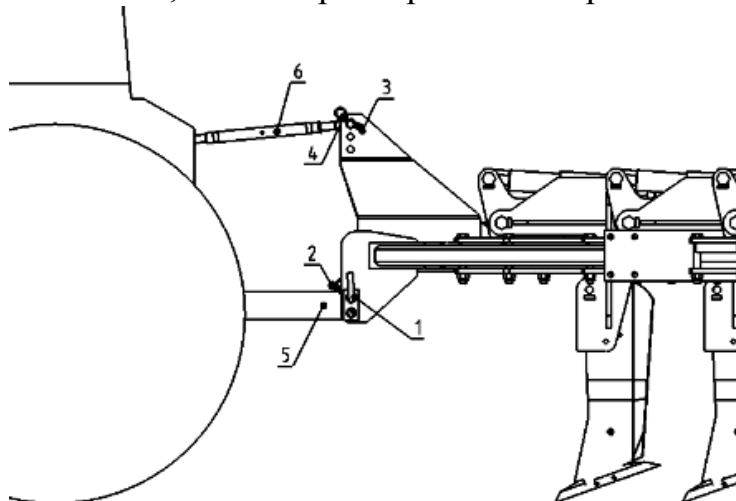

Рисунок 5.
- Отрегулировать нижние рычаги навески (5) (рис. 5) трактора на одинаковую высоту.
- Подсоединить нижние рычаги навески трактора с нижней частью навески агрегата при помощи двух пальцев (1), зафиксировав их штифтами (2).
- Подсоединить верхнюю тягу (6) трактора при помощи пальца (3) таким образом, чтобы точка подсоединения на глубокорыхлителе во время работы находилась несколько выше, чем на тракторе. Застопорите палец верхней тяги.